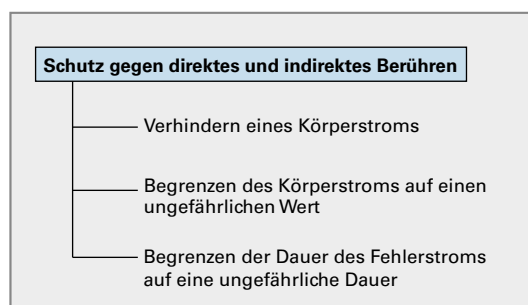

Bild 4: Mögliche Schutzmaßnahmen
8. Schutz gegen direktes Berühren und indirektes Berühren kann verschiedenartig erreicht werden (**Bild 4**). Wie kann Schutz gegen indirektes Berühren noch erreicht werden?